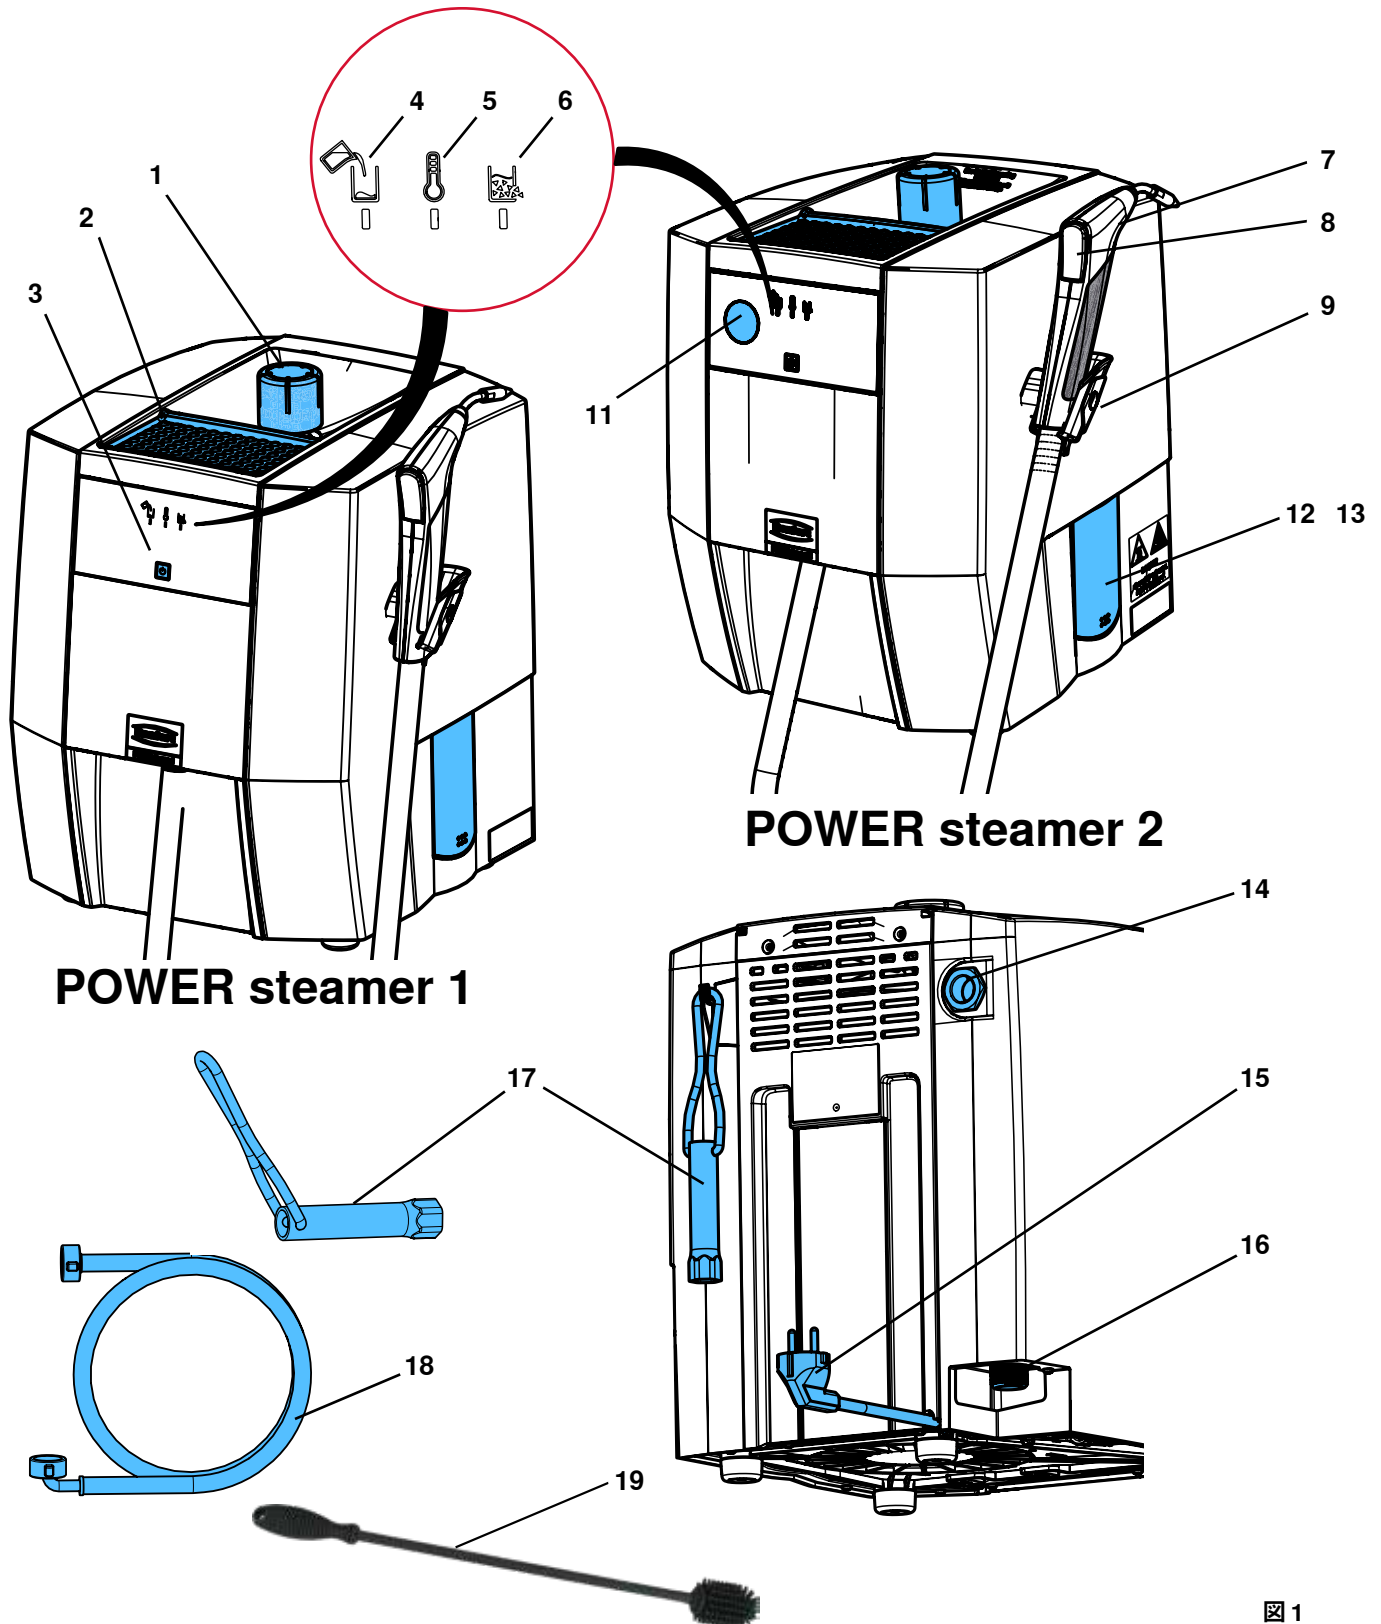

図 1
- ▶ 過圧弁の出口（14、図1）から蒸気が排出される恐れのないように設置してください。
石膏模型や投資模型は、モデルトレイ（2、図1）の上で乾燥させることができます。
⇒ タンクキャップをねじ込みます（1、図1）。
過圧弁の出口（14、図1）から蒸気が排出される恐れのないように設置してください。例えば、本機をコンセントの前に置かないでください。
過圧弁（14、図1）の出口は、いかなる方法でも閉じたり、塞いだりしないでください。
加圧された蒸気による危険！サービスキャップを開ける前に、圧力タンクが加圧されていないことを確認してください。そのためには、タンクキャップ（1、図1）を開け、取り
- ⇒ 点検口（12/13、図1）からシンクに水が流れるように本体を設置します。